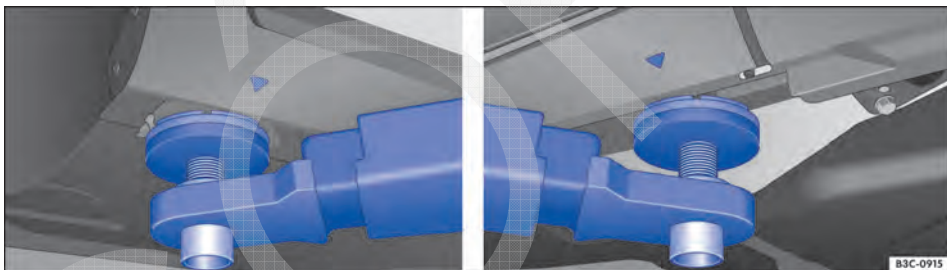
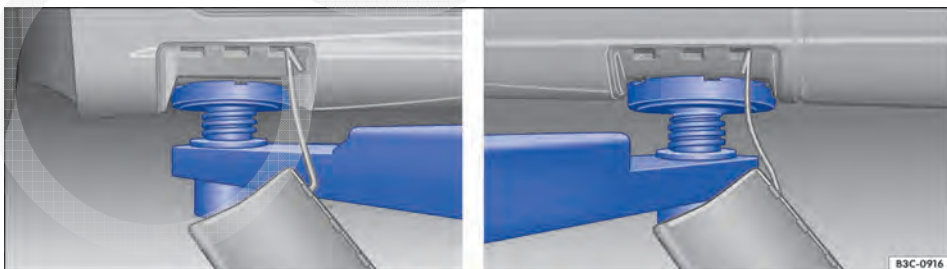

Fig. 214 Suspender com a plataforma elevatória: pontos de apoio em veículos sem cobertura.
Fig. 215 Suspender com a plataforma elevatória: pontos de apoio em veículos com cobertura.
O veículo deve ser suspenso somente pelos pontos indicados nas figuras ⇒ Fig. 214 e ⇒ Fig. 215. Se o veículo não for suspenso pelos pontos indicados, poderão ocorrer danos no veículo ⇒ ⚠️ e ferimentos graves ⇒ ⚠️.
- Suspender o veículo somente pelos pontos indicados nas figuras ⇒ Fig. 214 e ⇒ Fig. 215. Se o veículo não for suspenso pelos pontos indicados, o veículo poderá cair da plataforma elevatória quando, por exemplo, o motor ou a suspensão for desmontado.